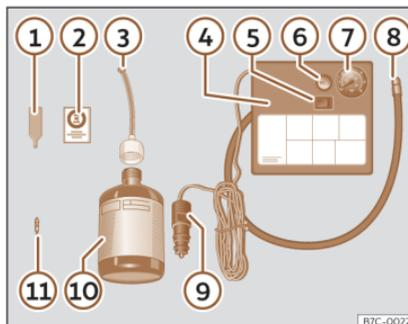

Fig. 38 Representación estándar: contenido del kit antipinchazos.
El kit antipinchazos se encuentra en el compartimento del maletero bajo el revestimiento del suelo. Incluye los siguientes componentes»» fig. 38 :
- Desenrosque la caperuzas y el obús de la válvula del neumático. Utilice el aparato »» fig. 38 1 para extraer el obús. Colóquelo en una superficie limpia.
- Agite con fuerza la botella de sellante de neumáticos»» fig. 38 10.
- Enrosque el tubo de inflado»» fig. 38 3 en la botella de sellante. El precinto de la botella se romperá automáticamente. »»
- Retire el tapón del tubo de llenado >>> **fig. 38 ③** y enrosque el extremo abierto del tubo en la válvula del neumático.
- Vuelva a colocar el obús con el aparato >>> **fig. 38 ①** en la válvula del neumático.
- Enrosque el tubo de inflado del neumático del compresor >>> **fig. 38 ⑧** en la válvula del neumático.
- Compruebe que el tornillo de evacuación de aire está cerrado >>> **fig. 38 ⑥**.
- Acople el conector >>> **fig. 38 ⑨** a toma de corriente de 12 voltios del vehículo >>> pág. 163.
- Conecte el compresor de aire con conmutador ON/OFF >>> **fig. 38 ⑤**.
- Pegue el adhesivo >>> **fig. 38 ②** en el cuadro de instrumentos, dentro del campo visual del conductor.
Vuelva a enroskar el tubo de inflado >>> **fig. 38 ⑤** y compruebe la presión en el manómetro ⑥.